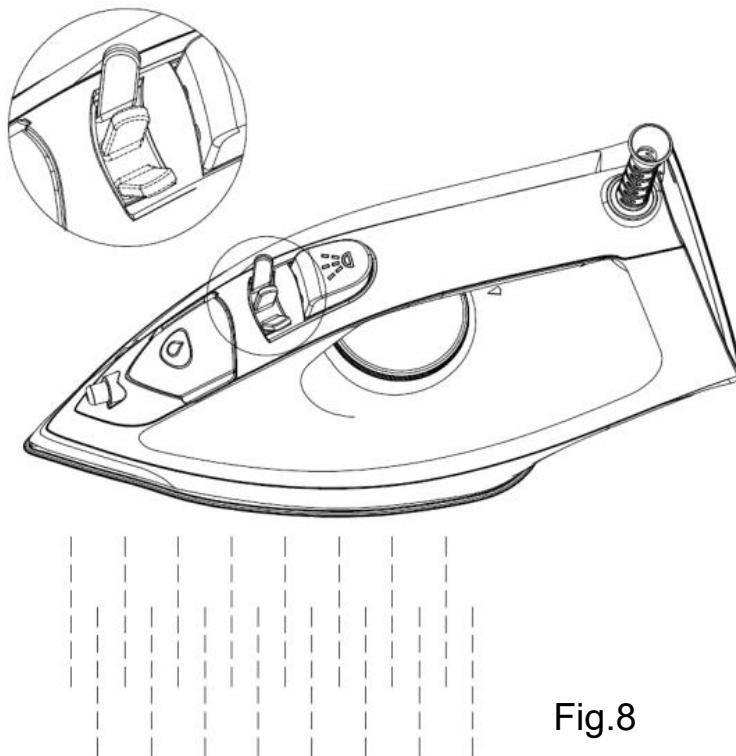

Fig.8
22.Il faut nettoyer l'appareil régulièrement en fonction de la dureté de l'eau et de la fréquence d'utilisation . Pour activer la fonction Clean, tournez le bouton Steam sur le réglage Clean et maintenez-le enfoncé (voir Fig. 8), puis l'appareil passe en mode Clean. L'appareil passe en mode Steam après avoir relâché le bouton Steam.
- (3) Ne touchez jamais la semelle chaude avant qu'elle n'ait refroidi !
- (4) Pour que la semelle reste lisse, évitez tout contact de la semelle avec des objets métalliques. N'utilisez jamais de tampon à récurer, de vinaigre ou d'autres produits chimiques pour nettoyer la semelle.
8. Nettoyez régulièrement l'intérieur de l'appareil en activant la fonction Clean (voir Fig.8).